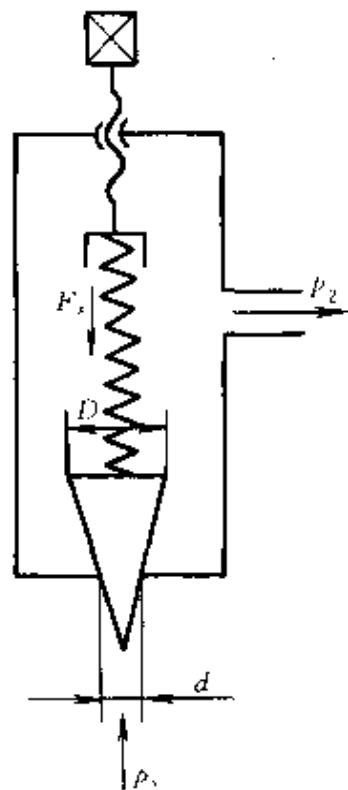

图 5-24 安全阀
**例 3** 图 5-24 所示安全阀，阀孔直径  $d = 10 \text{ mm}$ ，锥阀直径  $D = 15 \text{ mm}$ ，溢流时背压力  $p_2 = 0.2 \text{ MPa}$ ，当压力达到  $p_1 = 8 \text{ MPa}$  时，溢流阀溢流，求此时弹簧压紧力  $F_s$  为多少？